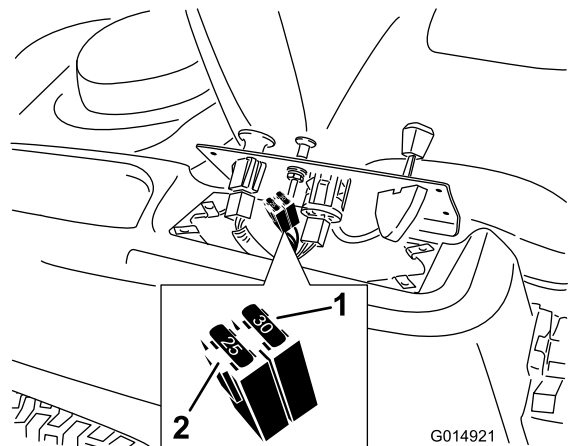

Bild 53
2. Heben Sie das Armaturenbrett an, um an den Hauptkabelbaum und den Sicherungsblock zu gelangen (Bild 53).
3. Ziehen Sie die Sicherung zum Wechseln heraus (Bild 53).